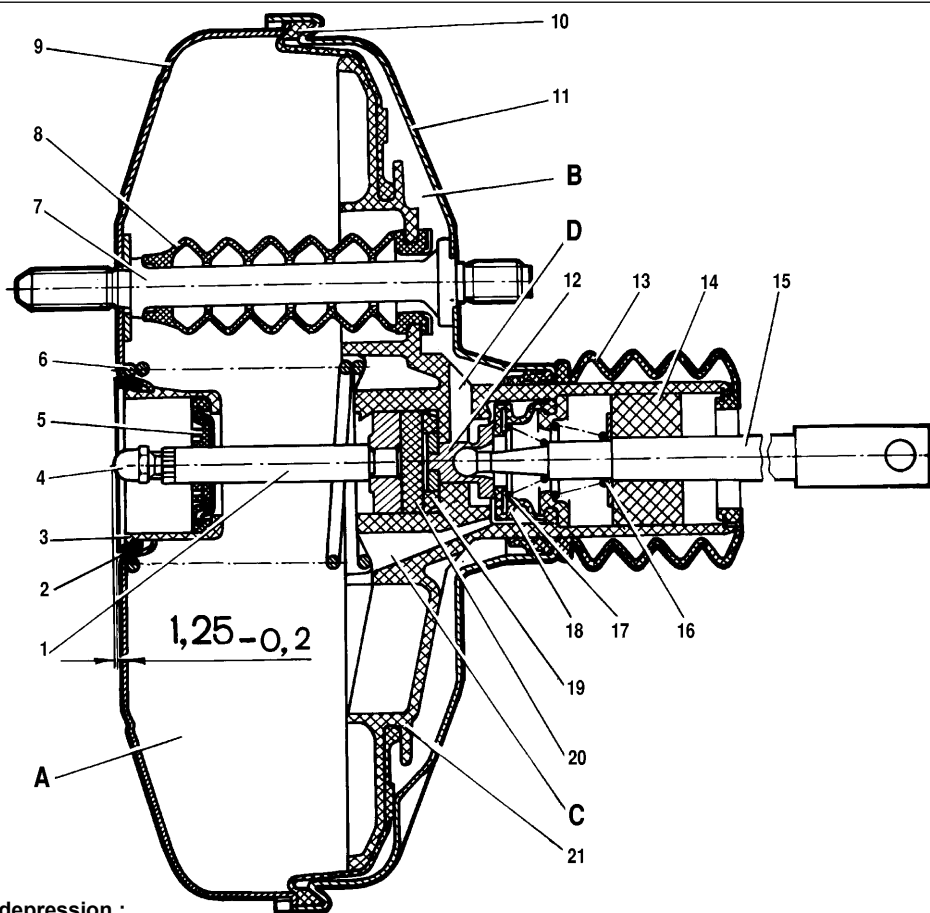

Fig. 6-2. Servofrein à dépression :
2. Saillie de la vis de réglage de Servofrein à dépression par rapport à la surface de fixation du maître-cylindre compose 1,250,2mm.	2. Régler la position du boulon de réglage (voir fig. 6-2)
Actionner 5 ou 6 fois la pédale de frein, moteur au repos, pour créer dans les chambres A et B (fig. 6-2) la pression égale à celle atmosphérique. En même temps, vérifier s'il n'y a pas de grippage du corps 21 de soupape d'après l'effort appliqué à la pédale.
position initiale, la soupape 18 (fig. 6-2) en s'appuyant sur le corps 21, désunit les cavités A et B, comme ça s'effectue le freinage partiel, la pédale étant relâchée.